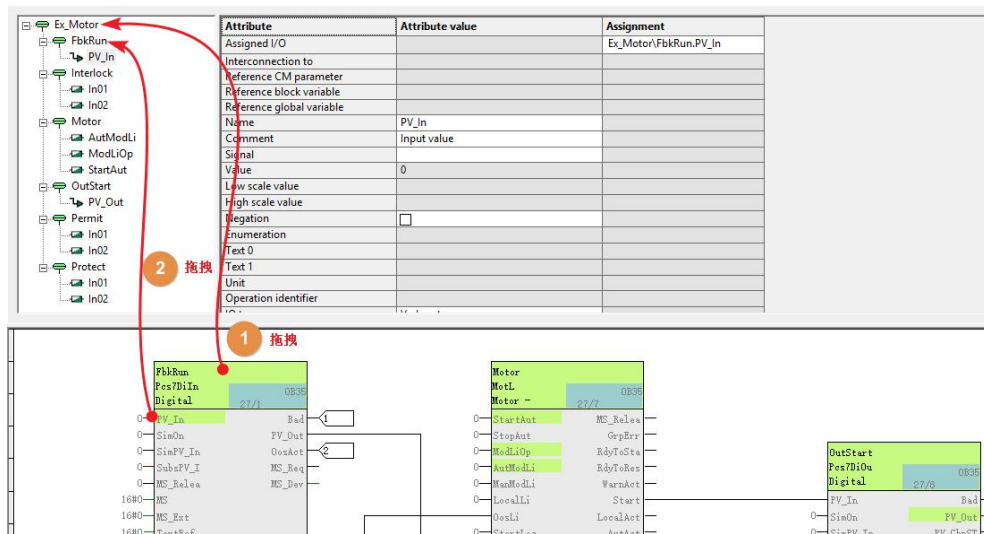

图 2-12 CMT 中添加工艺 I/Os
- 使用拖拽的方式将需要的块和参数等添加到工艺 I/Os 中，如图 2-12 所示。